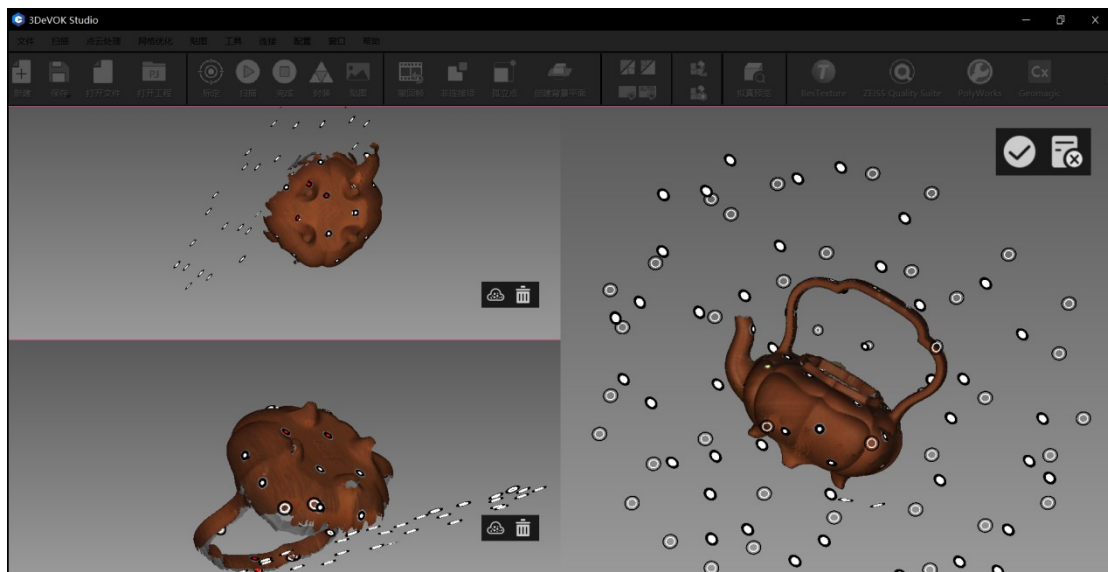

图 9-7 标记点拼接示意图
3. 单击鼠标左键圈选，选中至少四个共同标记点，如图 9-7 所示；